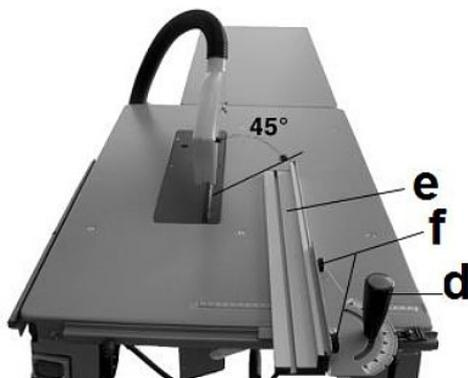

Abb. 10: Parallelanschlag montieren
- Verwenden Sie 2 Schrauben / 2 Unterlegscheiben und Flügelmutter (f, Abb. 10), um das Aluminiumprofil (e) am Parallelanschlaggehäuse zu befestigen